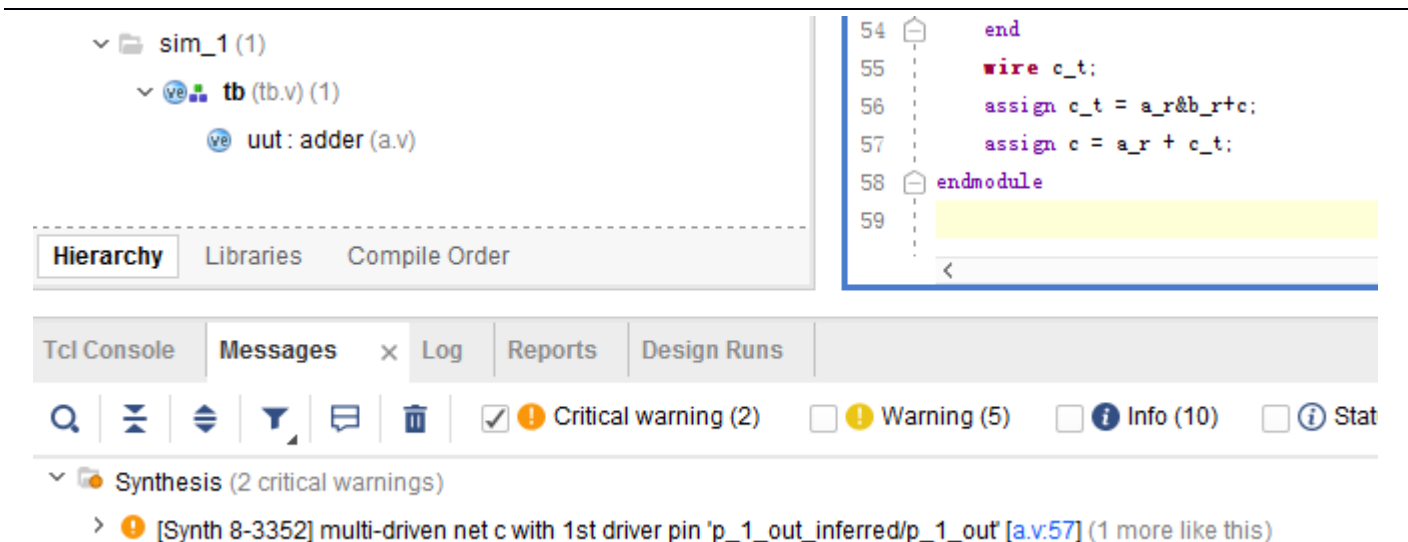

图 1-5 组合逻辑报出多驱动的 critical warning
- (1) 一旦发现波形停止，则先对设计进行综合。
- (2) 查看综合产生的 Error 和 Critical warning，并尝试修正。比如上图示例中的组合环路，经过 Vivado 的综合后变成了一个多驱动的关键警告，如图 1-5。